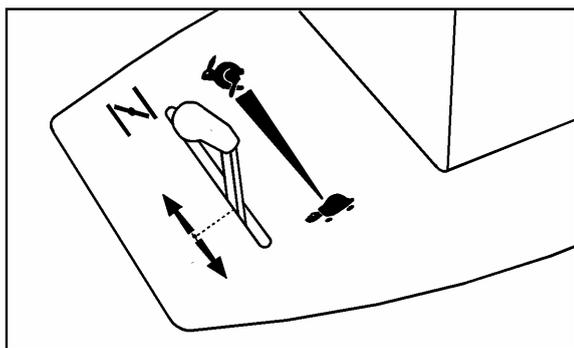

Fig. 17
4. Placer le levier des gaz sur le symbole tortue. Placer le starter en position haute (Fig. 17).
5. Placer le bouton de coupe en position OFF (Fig. 17).
7. Lorsque le moteur a démarré, repousser le starter en position lente, et mettre la manette des gaz sur la position désirée (Fig. 17)
Avec la pédale de frein appuyée à fond, le frein est actionné. Placer ensuite le levier des gaz sur la position "tortue" (fig. 17).